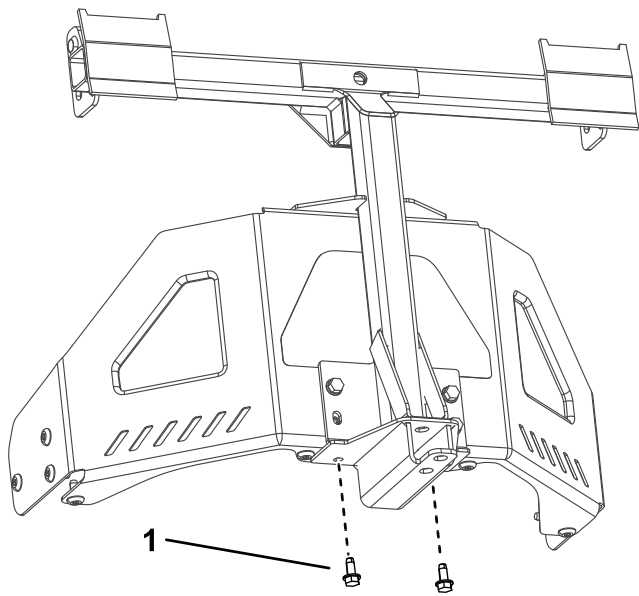

Figura 11
3. Sujete el bastidor de giro a la parte inferior del bastidor de la máquina usando 2 tornillos autorroscantes (5/16" x 3/4"), según se muestra en Figura 11.